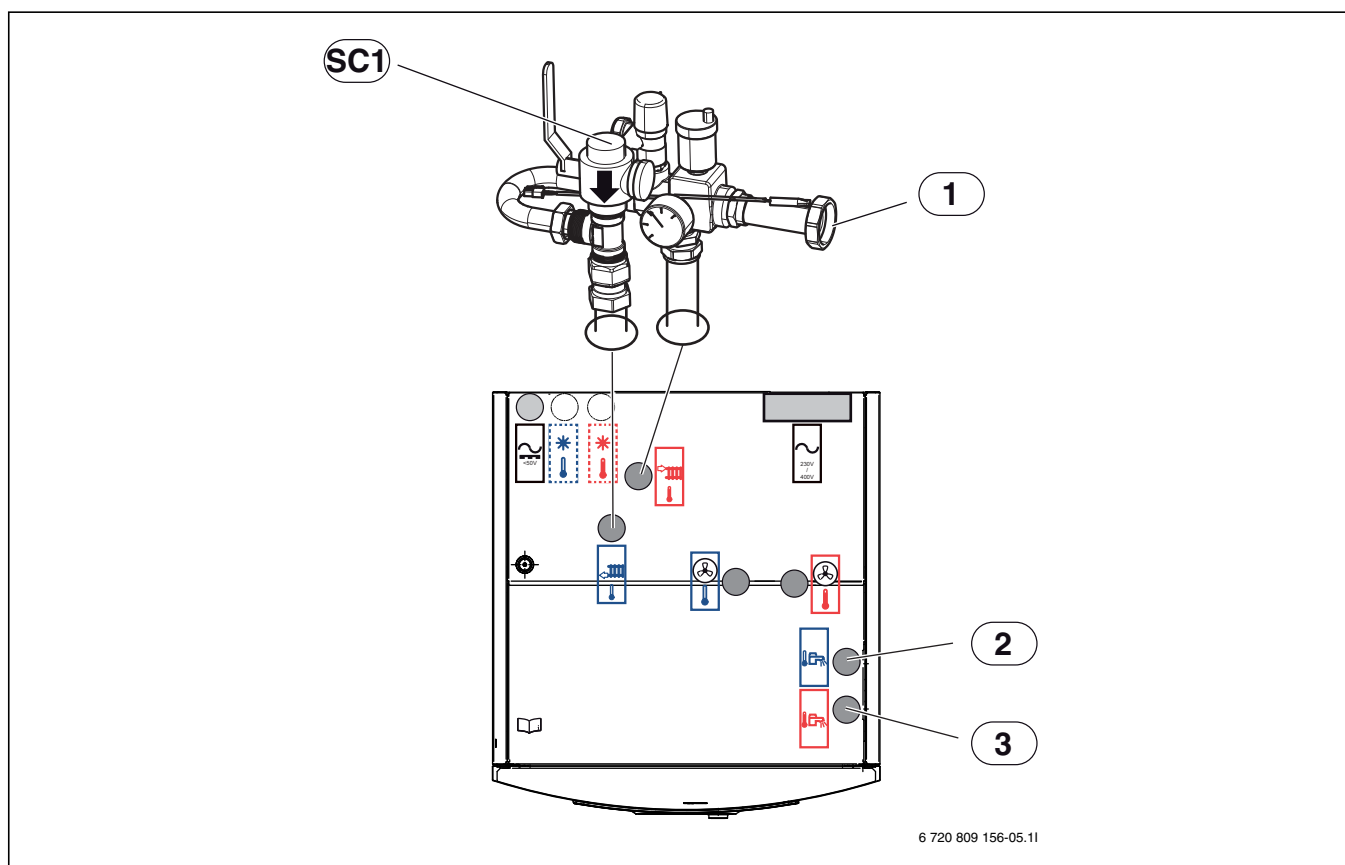

Bild 12 Värmepumpsmodul anslutningar värmesystem och varmvatten
- ▶ Anslut värmesystemets cirkulationspump till [1] Bild 12.
- ▶ Anslut värmesystemets returledning till partikelfiltret [SC1] Bild 12.
- ▶ Anslut kallvatten till [2] Bild 12.
- ▶ Anslut varmvatten till [3] Bild 12.